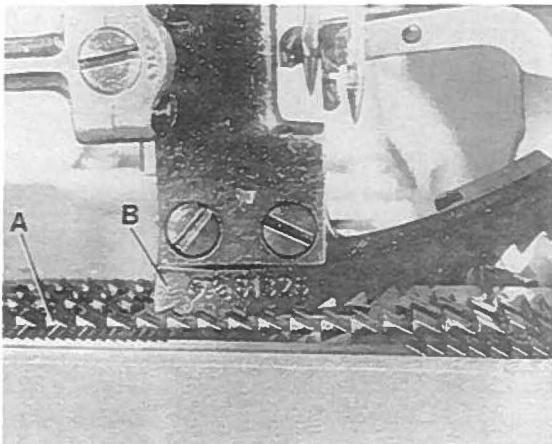
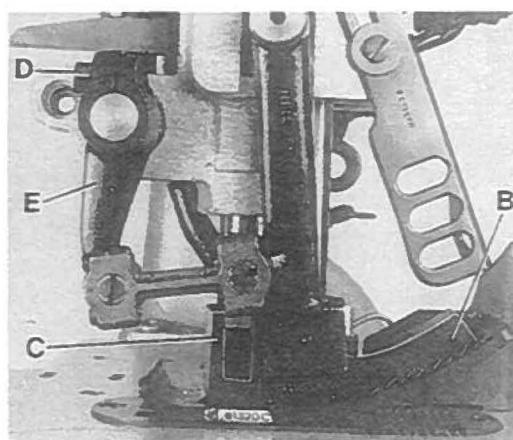

Fig.19
Fig.21
At highest point of feed travel the rear teeth of the feed dog (A, Fig. 19) should just project their full depth above the top surface of throat plate.
Assemble the upper feed dog (B, Fig. 21) and the presser foot (C). The upper feed dog (B) should not push against the front or rear end when moving in the slots of presser foot (C). Simultaneously the upper feed dog (B, Fig. 19) should be positioned so that the tips of its teeth engage with the tooth spaces of the lower feed dog (A), without contacting it. When the lower feed dog (A) is in its highest and the upper feed dog (B) in its lowest point of travel, there must be a small gap between both feed dogs. The feed travel of the upper and the lower feed dog should be synchronous.
For setting the upper feed dog with respect to the slot ends in the presser foot and the tooth spaces of the lower feed dog, loosen screw (D, Fig. 21) and turn drive lever (E) accordingly to the front or rear. Retighten screw.
Im höchsten Punkt der Transportbewegung sollen die hinteren Zähne des Transporteurs (A, Fig. 19) gerade eine Zahnhöhe über die Stichplattenoberfläche ragen.
Montieren Sie den Obertransporteur (B, Fig. 21) und den Drückerfuß (C). Der Obertransporteur (B) darf bei seiner Bewegung in den Schlitten im Drückerfuß (C) weder vorne noch hinten anstoßen.
Gleichzeitig muß der Obertransporteur (B, Fig. 19) so positioniert sein, daß die Spitzen seiner Zähne in die Zahnlücken des unteren Transporteurs (A) eingreifen, ohne diesen zu berühren. Wenn der untere Transporteur (A) in der höchsten und der Obertransporteur (B) in der untersten Stellung seiner Bewegung ist, muß zwischen beiden Transporteuren ein Luftspalt sein.
Zum Einstellen des Obertransporteurs im Bezug zu den Schlitzenden im Drückerfuß und zu den Zahnlücken des unteren Transporteurs, lösen Sie die Schraube (D, Fig. 21) und schwenken den Antriebshebel (E) entsprechend nach vorne oder hinten. Ziehen Sie Schraube wieder an.
The motion should be set so that the rear four teeth of the upper feed dog (B, Fig. 21) remain approx. 1/3 of their height in the presser foot slots when lifting.
Die Bewegung muß so eingestellt sein, daß die hinteren vier Zähne des Obertransporteurs (B, Fig. 21) beim Abheben noch mit etwa 1/3 ihrer Höhe in den Drückerfußschlitzen sind.